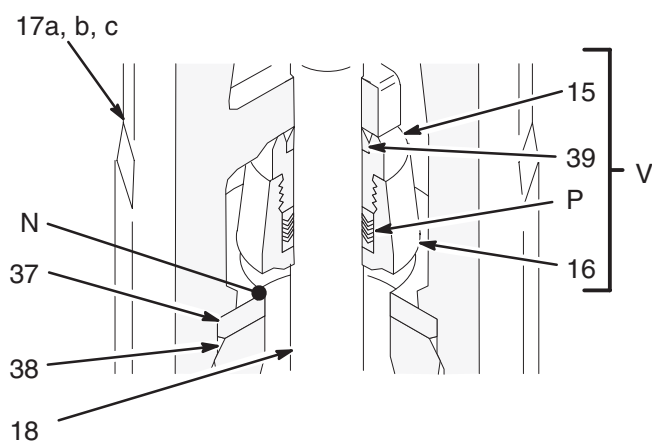

Fig. 7
13. Per smontare il gruppo della valvola di ritegno (V), inserire il corpo della valvola di aspirazione (16) in una morsa e svitare il dado premiguarnizioni (15). Rimuovere la guarnizione (39) dal dado, ed i premistoppa e le guarnizioni (P) dal corpo della valvola. Ispezionare le superfici di attacco (N) del corpo della valvola (16) e della sede (37) per danni o usura. Vedere figure 7 e 13.